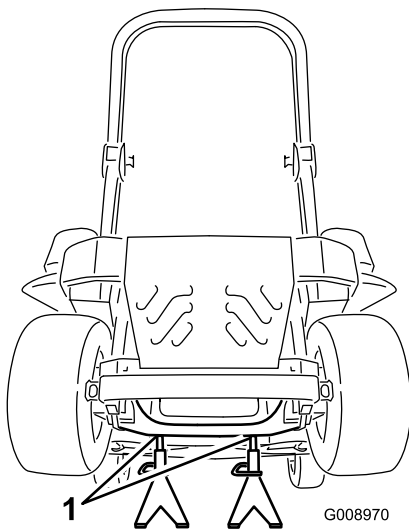

Bild 81
3. Heben Sie die Maschine an und stützen Sie sie mit Achsständern ab (Bild 81).
9. Entfernen Sie die Achsständer und senken Sie die Maschine ab (Bild 81).